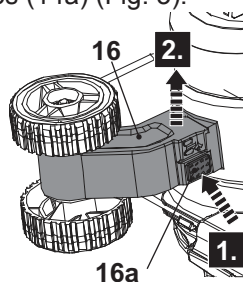

Fig. 3
5. Pressione o botão de desbloqueio (16a) e remova a roda do cortador de bordos (16) do suporte do cortador de bordos (14a) (Fig. 3).